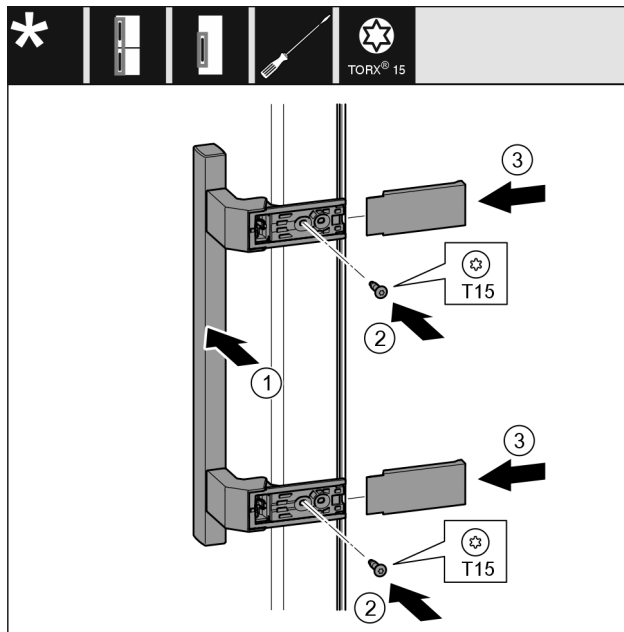

Fig. 54
- ▶ Helyezze fel a fogantyút Fig. 54 (1) a másik oldalra.
- ▶ Húzza meg a csavarokat Fig. 54 (2) csavarhúzóval.
- ▶ Helyezze fel a fedelet Fig. 54 (3) oldalra, és tolja fel őket.